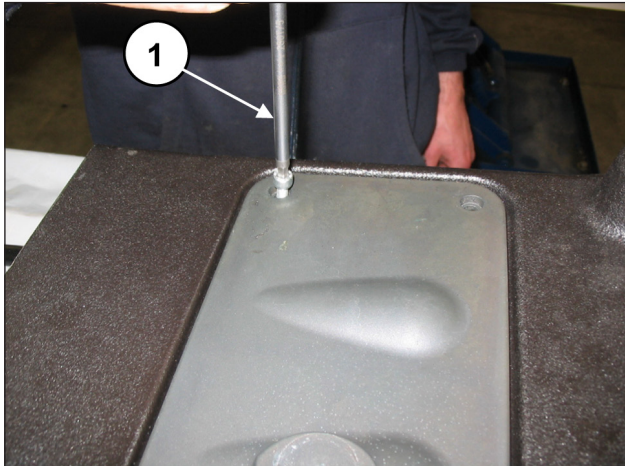
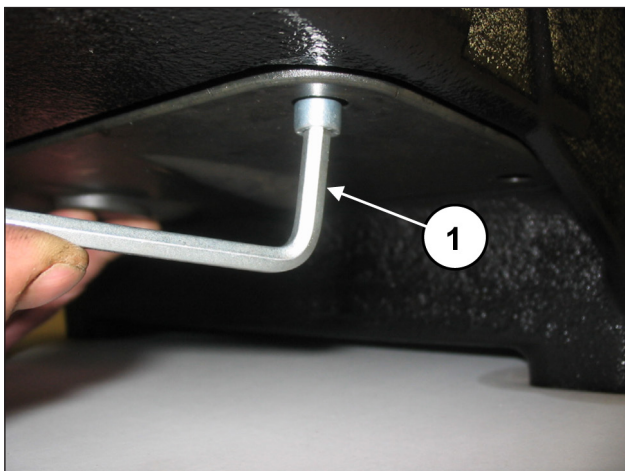

Fig. 139
Fig. 140
Remova a cobertura de inspeção superior (pos. ①, Fig. 139) e inferior (pos. ①, Fig. 140) soltando os 4+4 parafusos de fixação.